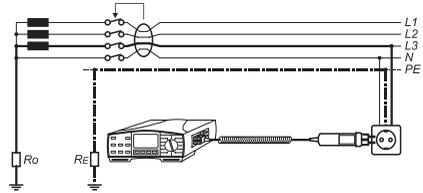
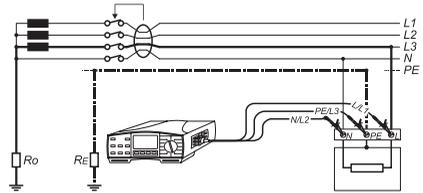
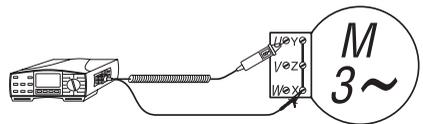

Bild 44: Spannungsmessung mit COMMANDER 1
Bild 45: Spannungsmessung mit Messleitungen
Bild 46: Spannungsmessung mit COMMANDER 2
- FI/RCD (4) • Drehfeld (5) • Leitungssucher (5)
- ▶ Die gewünschte Messleitung an den 4-poligen Messanschluss (17) des UNITEST 0100-EUROtest anschließen. Entweder den COMMANDER 1, die 3-polige Messleitung oder COMMANDER 2 (lieferbar als Zubehör Best.-Nr. 1223) verwenden.
- ▶ Die Messleitungen mit dem Prüfling gemäß Bild 44, Bild 45 oder Bild 46 verbinden. Falls gewünscht, kann mit der Taste 'HILFE' diese Anschlussinformation direkt am Messgerät abgerufen werden, mehrfaches Drücken der Taste 'HILFE' zeigt verschiedene Anschlussmöglichkeiten an.